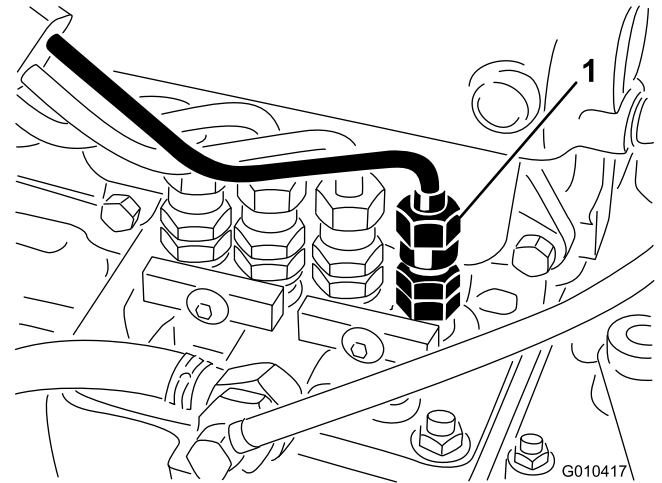

Figura 60
1. Afloje la conexión entre el tubo y el conjunto de la boquilla y soporte del inyector N° 1 en la bomba de inyección (Figura 60).